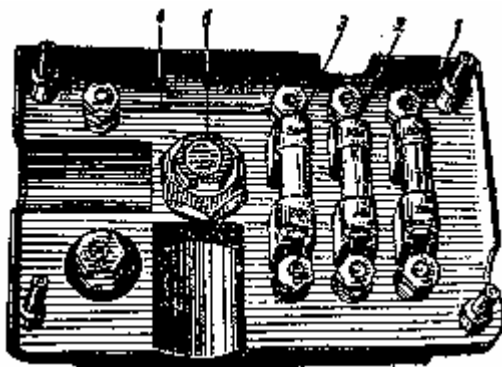

Рис. 161. Блок защиты аккумуляторов:
Назначение этого блока (рис. 161) — защита аккумуляторной батареи от коротких замыканий в электрической сети танка. Питание всех потребителей электроэнергии, за исключением стартера, проходит через предохранители блока защиты аккумуляторов; поэтому при коротких замыканиях в электрической сети аккумуляторы вследствие перегорания предохранителей будут своевременно отключены.
1. Центральная втулка с болтом 5 (см. рис. 161), которым крепят наконечники перемычек от + левой группы аккумуляторов (+24 В) и от силового контакта на пусковом реле РС-400.